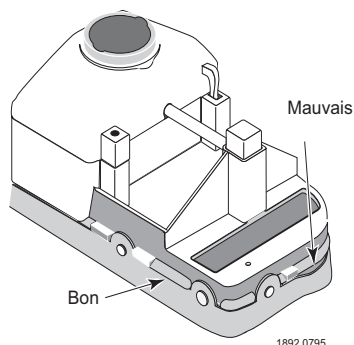

Figure 32
6. Reposer la jupe d'aspiration en caoutchouc sur le nettoyeur, le mot " OUTSIDE " étant visible. Commencer par le grand axe qui se trouve à l'arrière de la tête du nettoyeur (Figure 31) et faire le tour du nettoyeur. S'assurer que la jupe affleure les bandes supérieures de la tête du nettoyeur (Figure 32).